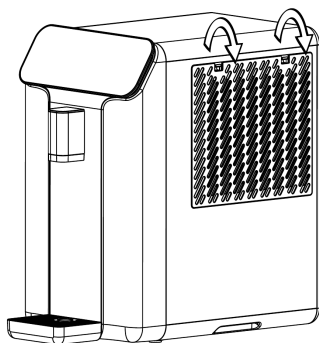

Figure 3 · Ouvrez le capot des filtres sur le côté droit
2. Appuyez sur les boutons situés de part et d'autre du haut du capot des filtres, sur le côté droit de l'appareil, et retirez le capot (figure 3).